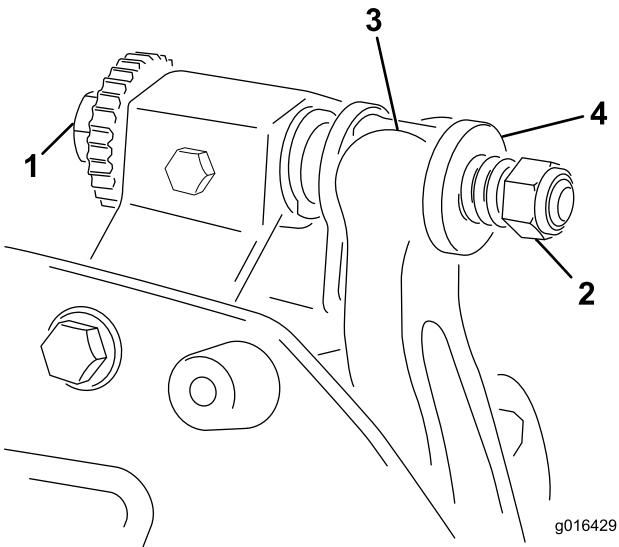

Figura 19
1. Ruotate la vite di regolazione della barra di appoggio in senso antiorario per allontanare la controlama dal cilindro (Figura 19).
2. Allentate il dado di tensione della molla, finché la rondella non sarà più in tensione contro la barra di appoggio (Figura 19).